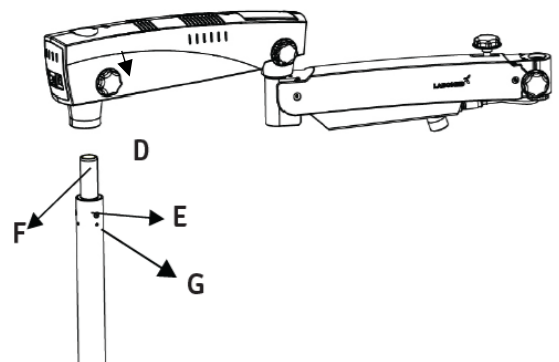

Fig. 30
7. Retirez l'ensemble de bras de la même boîte et suivez les instructions ci-dessous : (voir la figure 30)
- Assurez-vous que le bouton de verrouillage du bras pivotant (D) est légèrement desserré.
- Montez l'ensemble du bras dans l'arbre (F).
- Alignez les trois trous (E) avec le trou taraudé sur l'arbre (F).
- Utilisez une clé Allen de 4 mm et serrez 2 M6x16 mm Vis Allen (G).